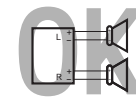

Fig. 3
- Vuelva a efectuar el conexionado de altavoz de manera que pueda conectar la unidad a los altavoces de la manera indicada en la Fig. 3.
- Si el conexionado de altavoz de su automóvil es como se indica en la Fig. 3, podrá conectar la unidad utilizando el conexionado de altavoz original de su automóvil.
- Rifare il cablaggio delle casse in modo di poter collegare l'apparecchio alle casse come illustrato nella Fig. 3.
- Se il cablaggio delle casse sulla vettura risulta come illustrato in Fig. 3, si può collegare l'apparecchio usando il cablaggio per casse originale presente in vettura.
- Dra om högtalarledningarna så att du kan ansluta enheten till högtalarna som i Fig. 3.
- Om högtalarledningarna i bilen är dragna som i Fig. 3 kan du ansluta enheten med hjälp av bilens ursprungliga högtalarledningar.
- Переделайте проводку громкоговорителей так, чтобы Вы могли подключить устройство к громкоговорителям, как это показано на рис. 3.
- Если проводка громкоговорителей в Вашем автомобиле такая, как показано на Fig. 3, Вы можете подключить устройство с помощью первоначальной проводки громкоговорителей в Вашем автомобиле.